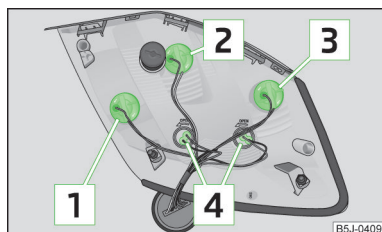

Fig. 162
Disposizione delle luci » fig. 162 nel gruppo ottico posteriore.
- » Per sostituire la lampada, ruotare il portalampada sino all'arresto in **senso antiorario** ed estrarla dal supporto. » fig. 162